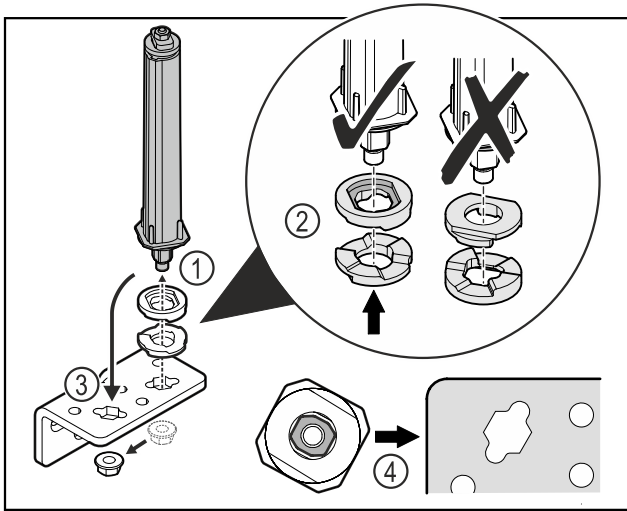

Fig. 27
- Відкрутити гайку і зняти систему запирання дверей Fig. 27 (1).
- Слідкувати за правильним розташуванням шайб для регулювання висоти Fig. 27 (2).
- Переставити систему запирання дверей у шарнірному кутику і зафіксувати гайкою Fig. 27 (3).
- Під час встановлення слідкувати за правильною орієнтацією системи запирання дверей Fig. 27 (4).